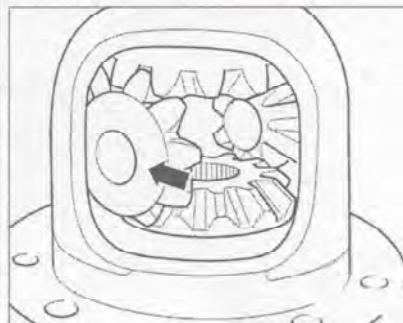

Рис. 7.143. Установка сателлитов со смещением 180° и поверните их в требуемое положение (стрелка).
14. Установите сателлиты со смещением 180° и поверните их в требуемое положение (стрелка) (рис. 7.143).